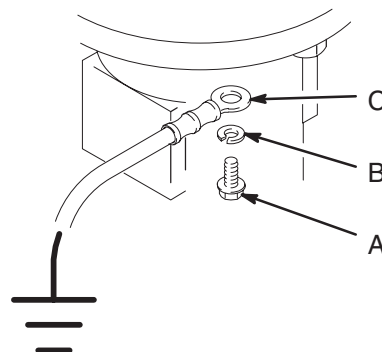

Fig. 1
Pour mettre l'agitateur à la terre, retirer la vis de terre (A) et la rondelle frein (B). Voir Fig. 1. Fixer la cosse du câble de mise à la terre (C) à l'agitateur avec la vis et la rondelle frein. Brancher l'autre extrémité du câble de terre à une vraie prise de terre. Commander la pièce 237569, câble de terre et collier.